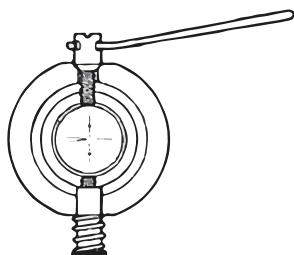

Abbildung 11
Entfernen Sie die Okularabdeckung (12). Drehen Sie die Einstellschraube mit dem Stift (Abb. 11), bis die Werte b_2' und b_2 übereinstimmen. Bringen Sie die Okularabdeckung wieder an.
Retire la tapa del ocular (12). Girar el tornillo de ajuste con el pasador (Fig. 11) hasta que los valores b_2' y b_2 sean iguales. Vuelva a colocar la tapa del ocular.